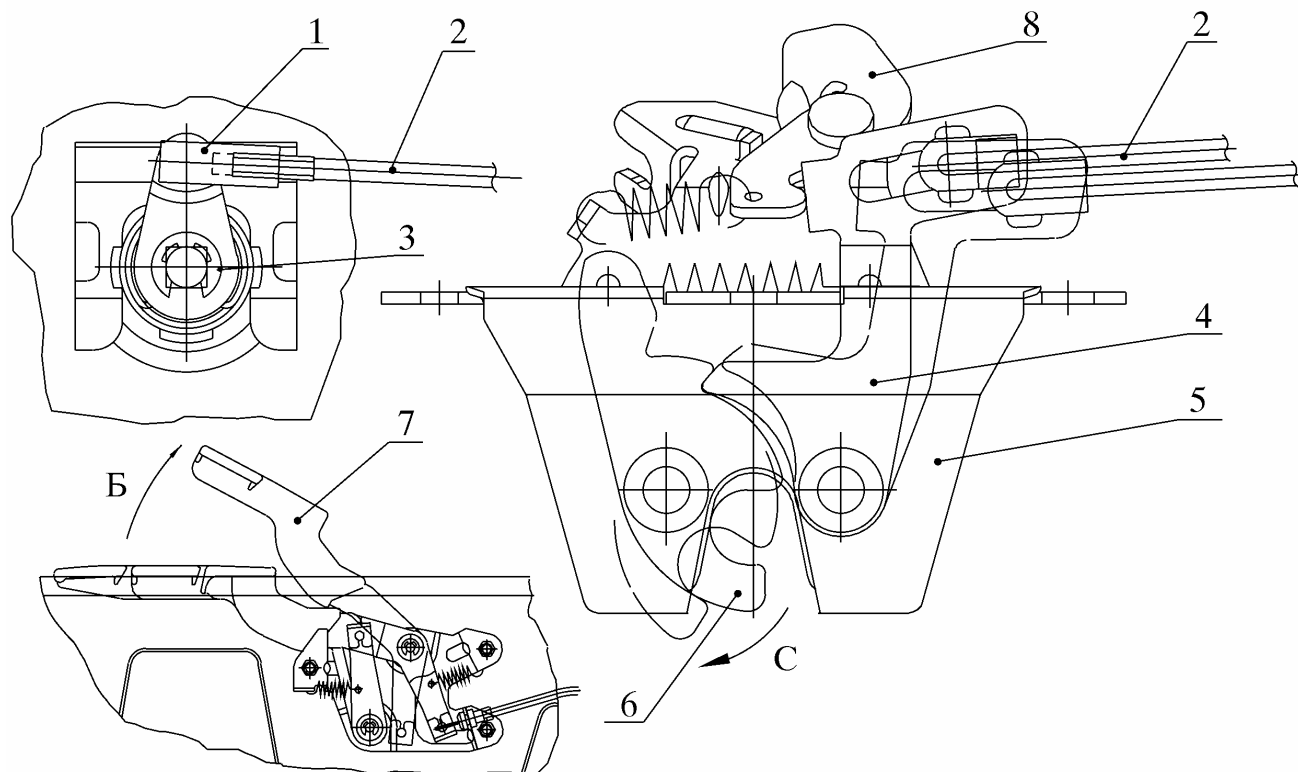

Рис. 27. Проверка работы замка и привода замка багажника:
6.2.1.1. Нажать отверткой на кулачок 6 (рис. 27) до щелчка (положение «замок заперт»). Собачка 4 должна надёжно удерживать кулачок 6